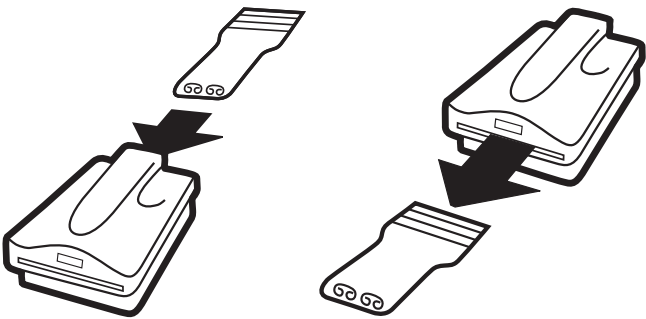

Figura 5
3. Inserte la herramienta desde la parte trasera de la unidad y tire de la herramienta hacia afuera por el frente (vea la figura 5).